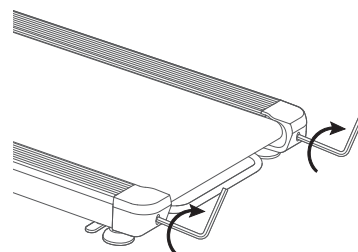

Figure 3
2. Tourner les deux vis des rouleaux d'un **demi-tour** dans le sens des aiguilles d'une montre à l'aide de la **clé hexagonale** (voir figure 3).